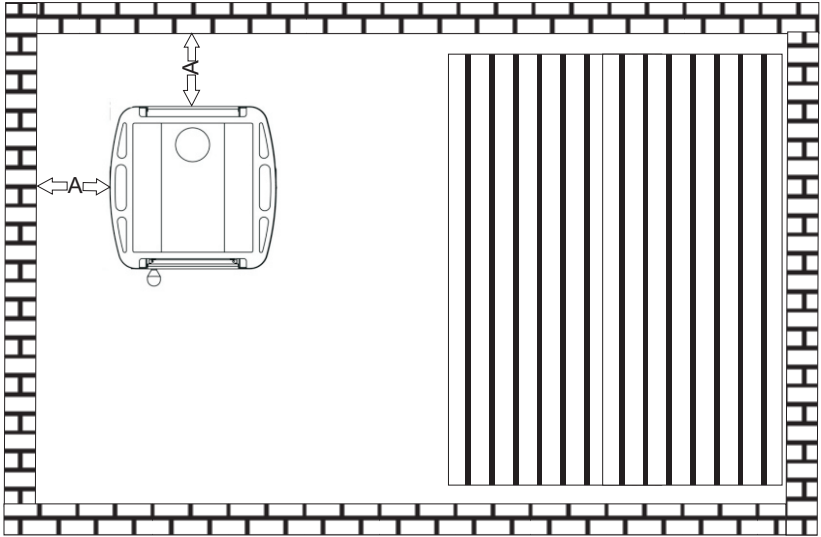

Рис. 1
- при установці кам'янки поблизу бетонних стін мінімальна відстань до стінки кам'янки має бути не менше $A=50\text{мм}$ для забезпечення належної циркуляції повітря. (Рис.1)
- при установке каменки вблизи бетонных стен минимальное расстояние до стенки каменки должно быть не менее $A=50$ мм для обеспечения надлежащей циркуляции воздуха. (Рис.1)